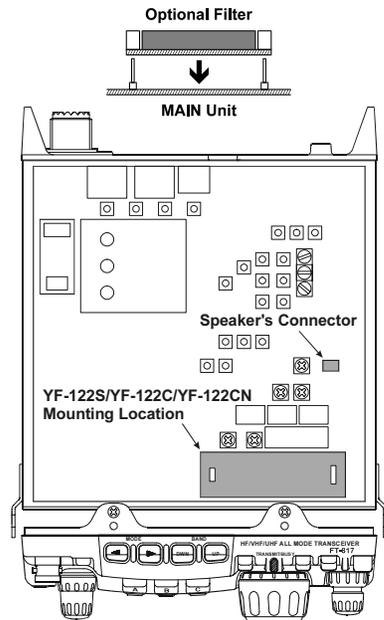

Figure 2
3. Se reporter à la figure 2 pour localiser les emplacements de montages des filtres optionnels. Positionner le filtre de telle manière que les connecteurs soient bien en face des contacts sur la carte support et pousser le pour la mise en place.